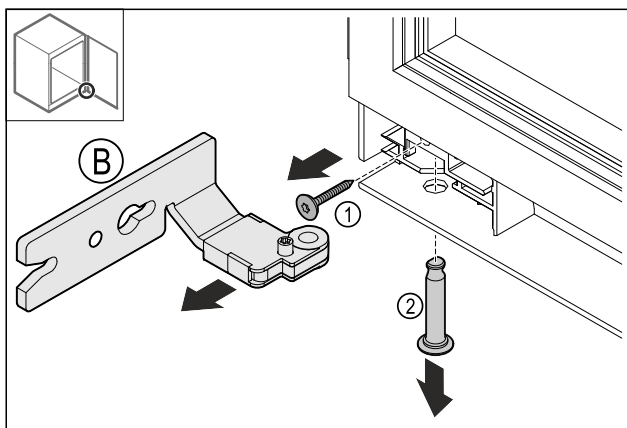

Fig. 13
- Отстранете винта Fig. 13 (1).
- Отстранете болта Fig. 13 (2).
- Отстранете пантата Fig. 13 (B).